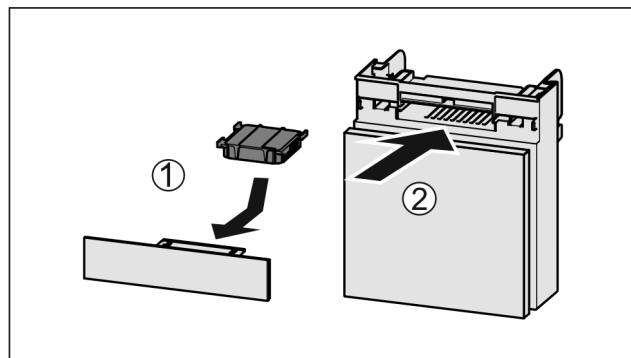

Fig. 37
- ▶ Introduzca el compartimiento Fig. 37 (2).